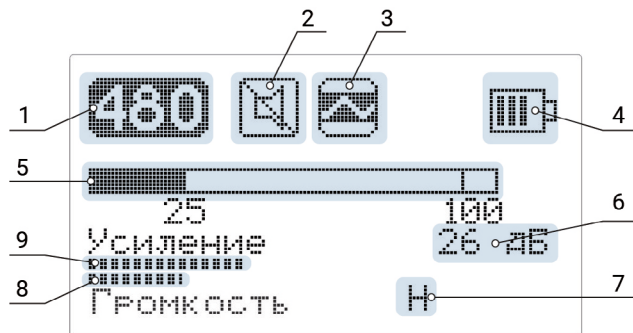

Рисунок 2 – Вид основного экрана для канала «480»
4.3.1. Вид основного экрана для канала «480» (Рис. 2).
4.3.2. Обозначение выбранного рабочего канала отображается в верхнем левом углу дисплея (Рис. 2, позиция 1):